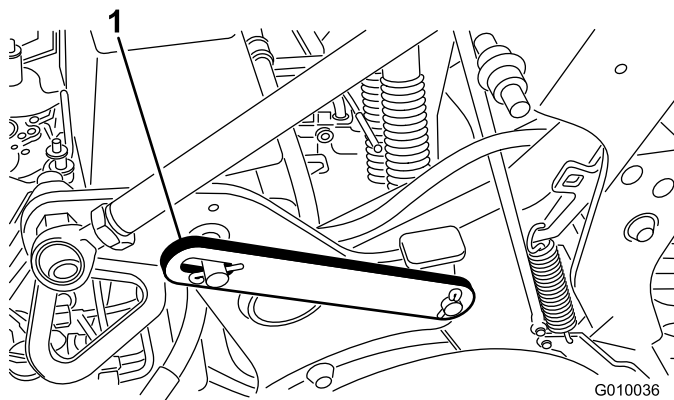

Рисунок 20
2. Снимите стопорное кольцо, которое крепит вспомогательную защелку в положении хранения (Рисунок 20).